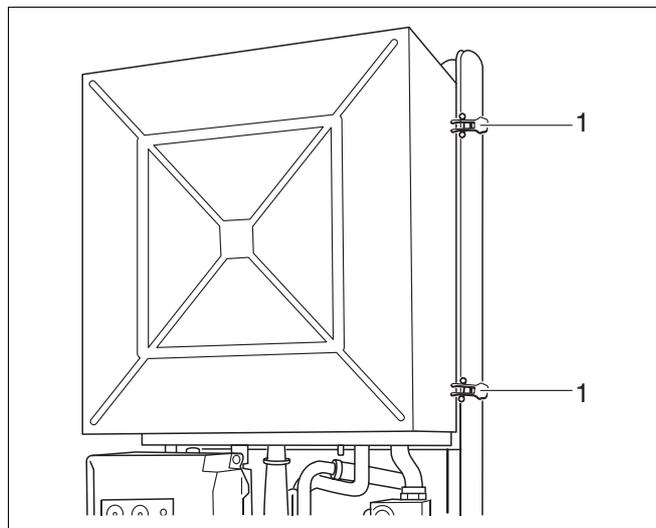

Fig. 47 Logamax plus GB122-11/19/24/24K – togliere il coperchio del vano bruciatore
- Aprire le chiusure a scatto (fig. 47, pos. 1).